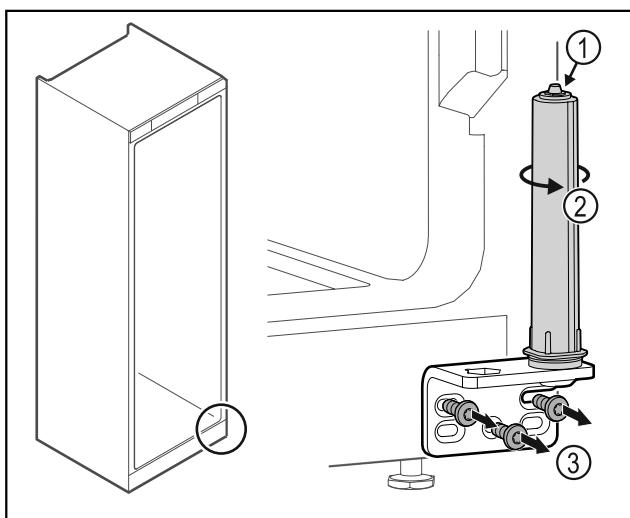

Fig. 49
► Ikke ta fra hverandre dørlukkesystemet Fig. 49 (1).
- Drei på lukkesystemet Fig. 49 (2) til det sier klikk.
- Skru av hengselvinkelen Fig. 49 (3).